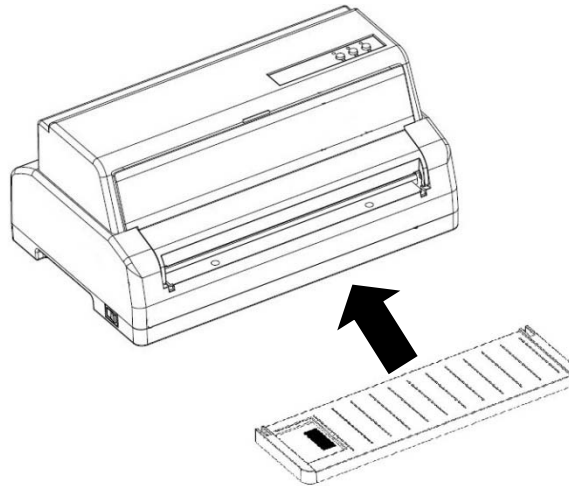

图 2-4 安装托纸板
- 1) 两手握住托纸板两端，将托纸板前端两外侧对准打印机外壳前内侧的长槽（如图 2-4 所示）后，向前推入卡住即可。